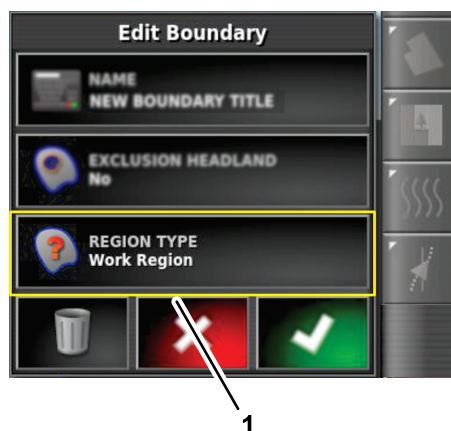

Figura 61
1. Nella finestra di dialogo Modifica confini, premete l'icona TIPO DI REGIONE (Figura 61).